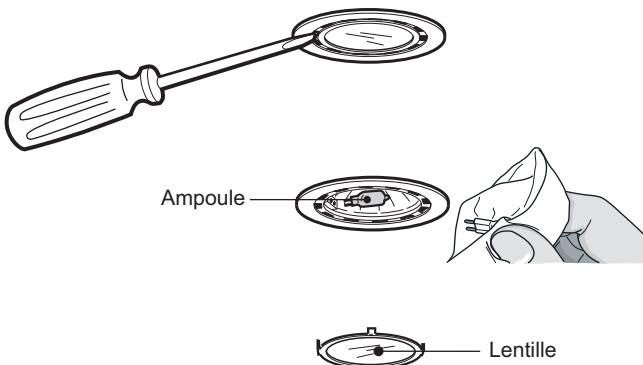

Figure 8 : Remplacement des ampoules halogènes
- À l'aide de la lame d'un tournevis plat ou d'un outil équivalent, détachez les lentilles de protection en faisant levier, comme illustré sur la *Figure 8*.